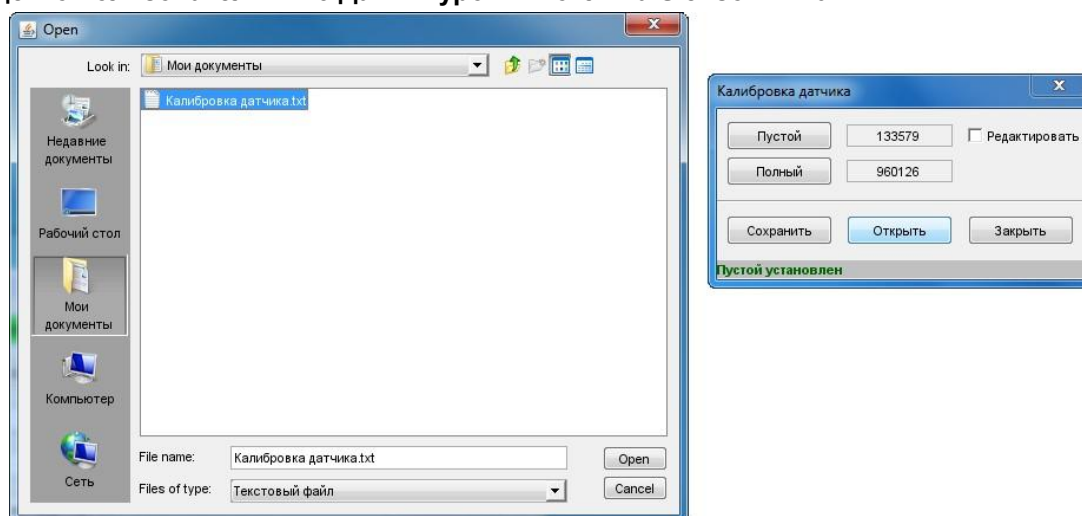

Рис. 2.18 Загрузка параметров калибровки
8. При желании параметры калибровки можно сохранить в файл (для этого нажмите кнопку **Сохранить** (рис. 2.17 представлен ниже) или загрузить их из файла (для этого нажмите кнопку **Открыть** (рис. 2.18)